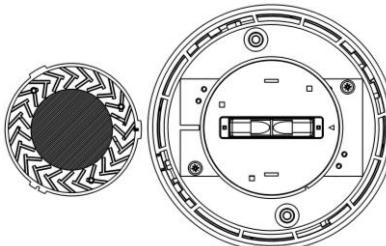

Рисунок 3 – Димова камера СПДА у відкритому стані
- 3)зняти захисну сітку з димової камери, потім зняти кришку димової камери, відтягуючи її від основи (рис. 3);